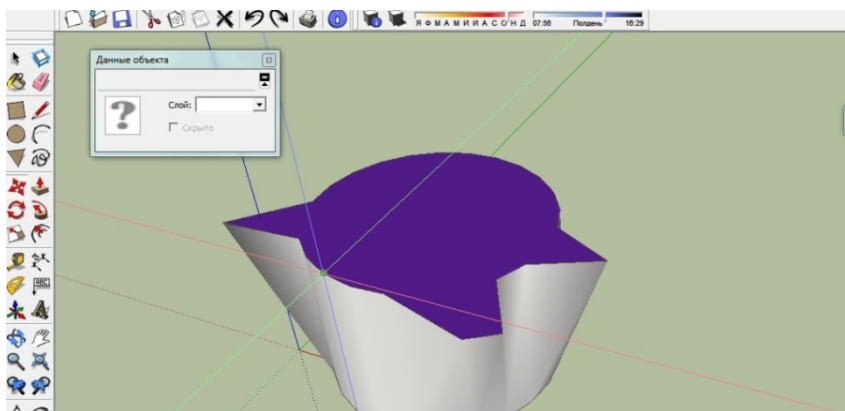

Рисунок 7.13
- перемістити курсор по колу до моменту знаходження однієї із 4 базових точок. При цьому, підсвічування кола (за умовчанням синім кольором) буде знято, а у вікні матеріалу «Данні об'єкту» з'явиться знак запитання (рис. 7.13);